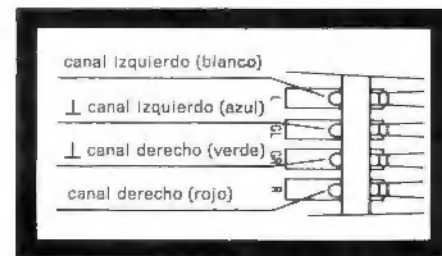

Fig. 15
3. Las conexiones del portacápsulas poseen una señalización por medio de colores (fig. 15). Conecte las clavijas de la cápsula con los contactos correspondientes del portacápsulas.